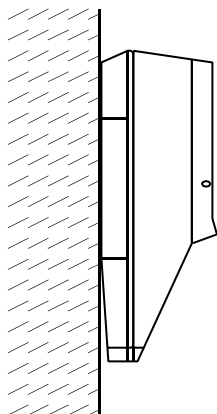

Abbildung 3.1
5.4.2 Wandmontage, 0° vertikal geneigt (Abb. 3.1)